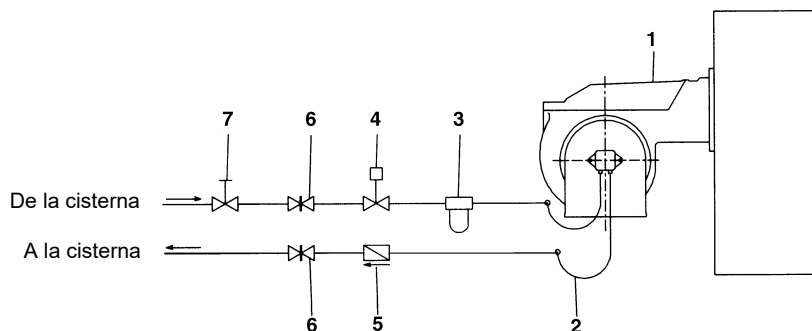

Fig. 5 - Sistema bitubo
**NOTA:** en las instalaciones a gravedad y a anillo, insertar un aparato de interceptación automática, ver n. 4 - Fig. 5.